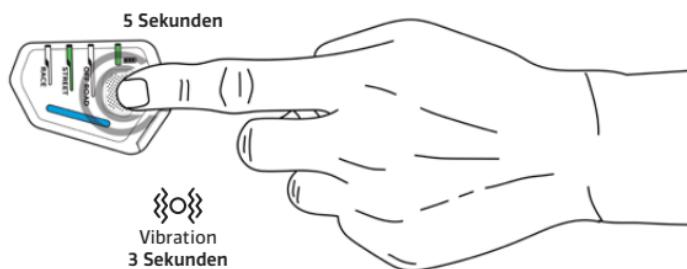

Abbildung 12: Drücken Sie die Display-Taste (3a) 5 Sekunden lang, um das System auszuschalten (dies ist eine alternative Methode zum Ausschalten des Systems)
Alternativ kann der Benutzer das System auch manuell ausschalten, indem er die Display-Taste (3a) etwa 5 Sekunden lang drückt (Abbildung 12). In der Nähe des Aktivierungsreißverschlusses (2) ist ein lang anhaltendes Vibrieren (~3 Sekunden) des Systems zu spüren, das bestätigt, dass das System nicht mehr aktiviert ist.